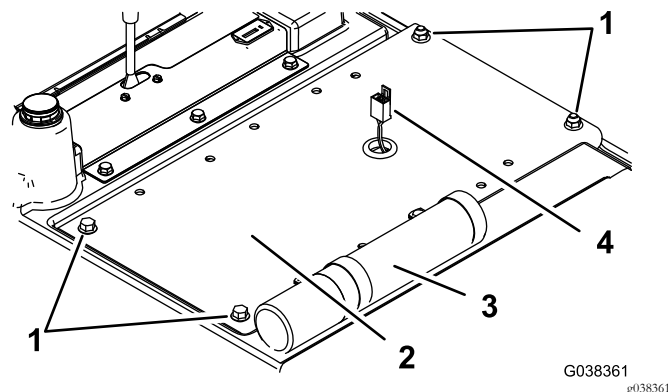

Figure 2
1. Retirez les 4 boulons et écrous qui fixent le socle du siège sur la machine et déposez le tube de rangement du manuel (Figure 2).